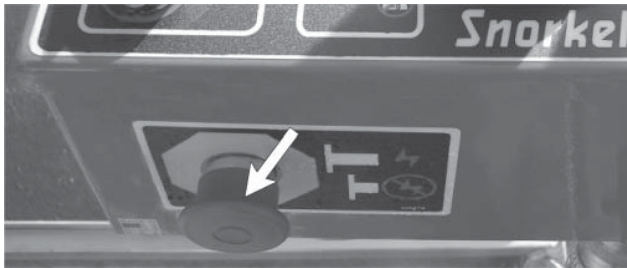

Abb. 9.1 – Plattform-Bedienung, Notausschalter
Wenn Sie einen der beiden **Notaus-Schalter** (siehe Abb. 9.1 und 9.2) in einem beliebigen Zeitpunkt drücken, werden alle Maschinenfunktionen angehalten, der Motor abgeschaltet und sämtliche Bewegungen eingestellt.
1. Kontrollieren Sie, ob der **Notaus-Schalter** ① herausgezogen ist (eingeschaltet) (siehe Abb. 9.1 und 9.3).